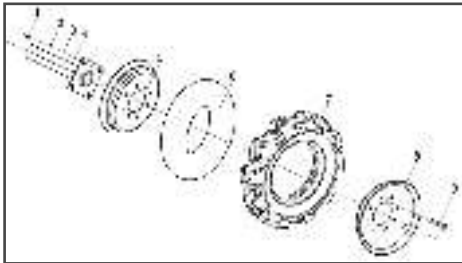

Рис. 3 Установка колес на мотокультиватор
1. Установите диски на шину (Рис. 3).